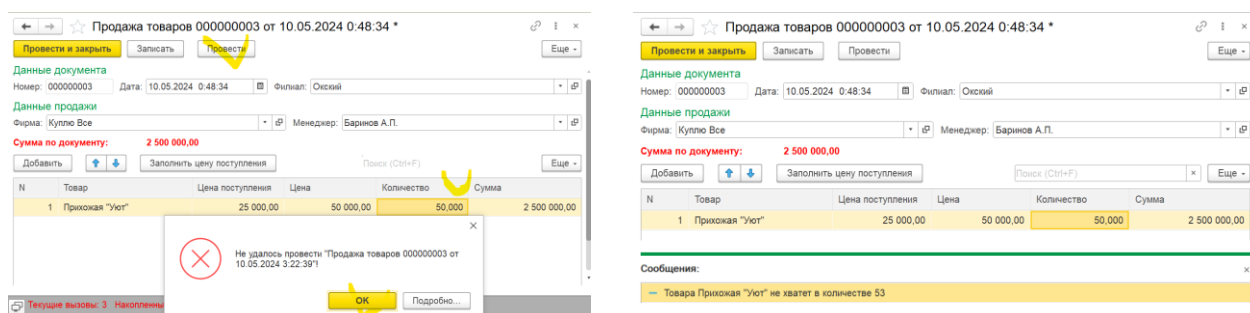

Рис. 5.73. Документ Продажа товаров в режиме 1С: Предприятие
10. На этом редактирование процедуры проведения документа закончено (рис. 5.73). Перейдем в режим «1С: Предприятие» проверим работу